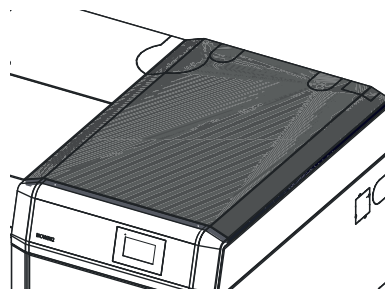

Fig. 120 Posare il coperchio del rivestimento
- ▶ Applicare il coperchio del rivestimento sulla caldaia – Fig. 120.